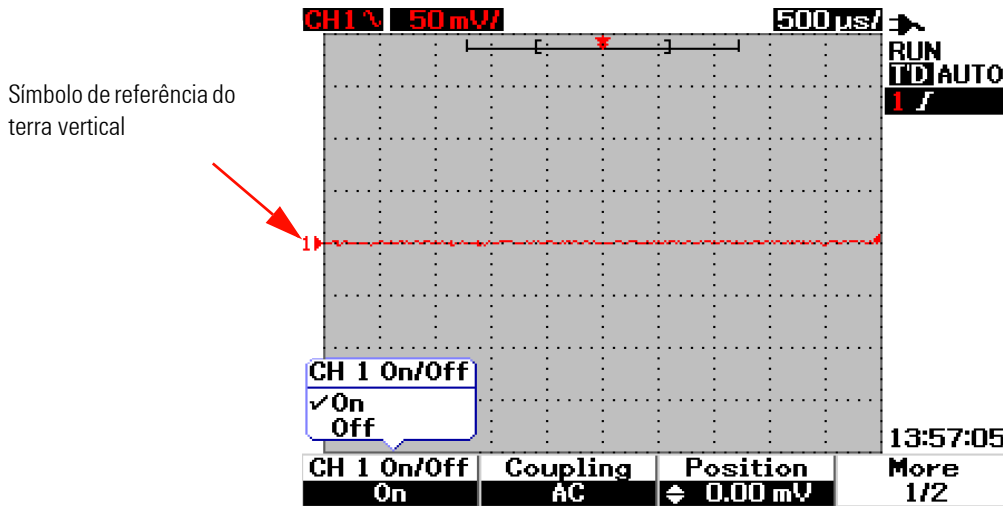

Figura 3-2 Seleccione On ou Off para ativar ou desativar a exibição da forma de onda
- 3 Os submenus de ambos os canais são parecidos. A Figura 3-2 ilustra o submenu genérico do canal 1. Para ativar a exibição da forma de onda do canal 1, pressione F1 para exibir o menu suspenso.